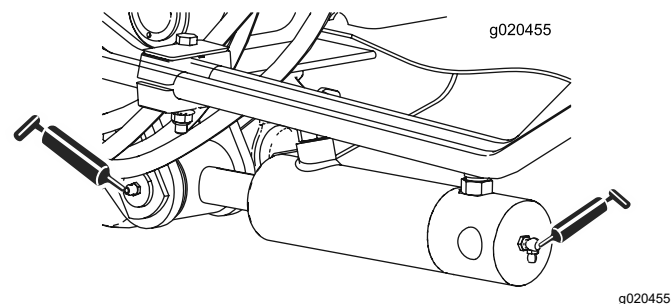

Figura 82
- Casquillos de los cilindros de los brazos de elevación (2 en cada lado) (Figura 82)